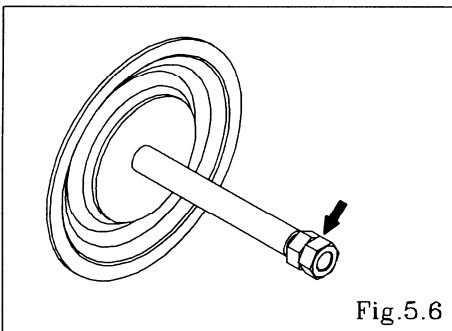

Fig.5.6
- Coloque una tuerca doble en un extremo del pistón central y quite el diafragma y el disco central del extremo opuesto. [Fig. 5.6]